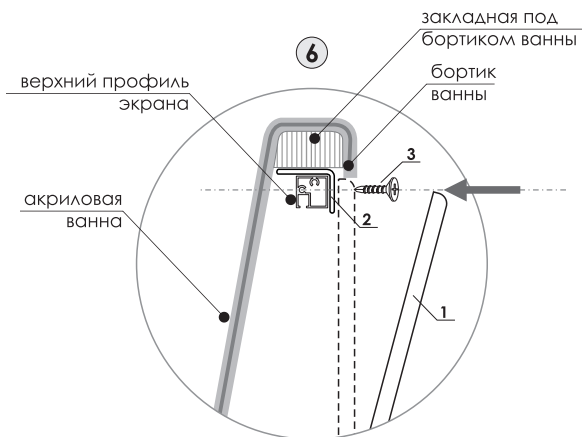

рис. 6
6. С внешней стороны зафиксируйте верхний профиль экрана к уголкам под бортами ванны (рис. 6).